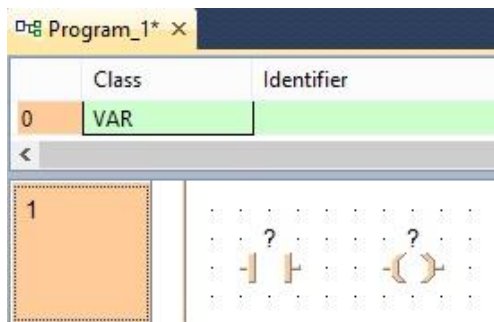

Figura 1-13a) Intrări (**contacts**) și ieșiri (**coils**)
- Click pe semnul "?" de deasupra intrării și ieșirii (vezi figura 1-13a).